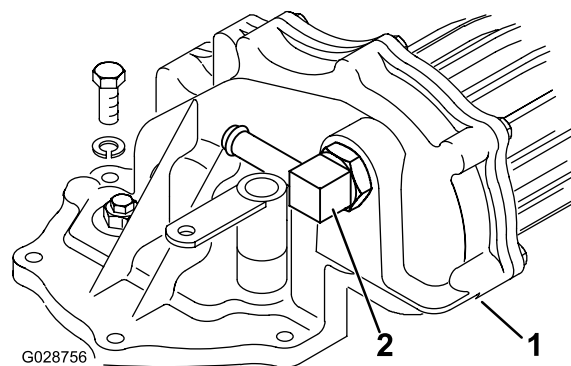

Figura 18
4. Instale el acoplamiento en la parte delantera de la TDF nueva, orientado como se muestra en la Figura 18.
5. Retire los 5 pernos, las arandelas de freno y la tuerca que fijan la placa de cubierta al transeje, y retire con cuidado la placa de cubierta para evitar que se dañe la junta tórica (Figura 18).